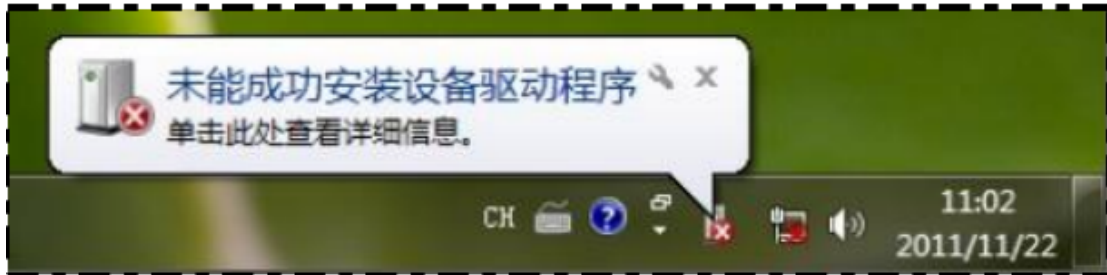

图 5-7 系统提示发现新硬件
- 2、启动 PC 机，进入 Windows7 操作系统后，系统会提示发现新硬件，并在下方的任务栏中出现如图 5-7 所示的信息提示，请先不要点击此信息提示，或接将其关闭；